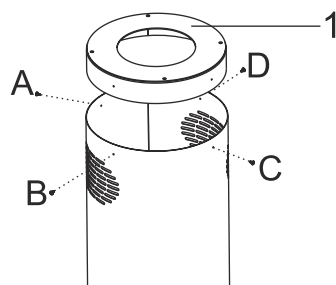

Fig. 8
1. ➔ Skru skrueerne af på punkterne A, B, C & D og afmonter loftbeslaget (Fig. 8).